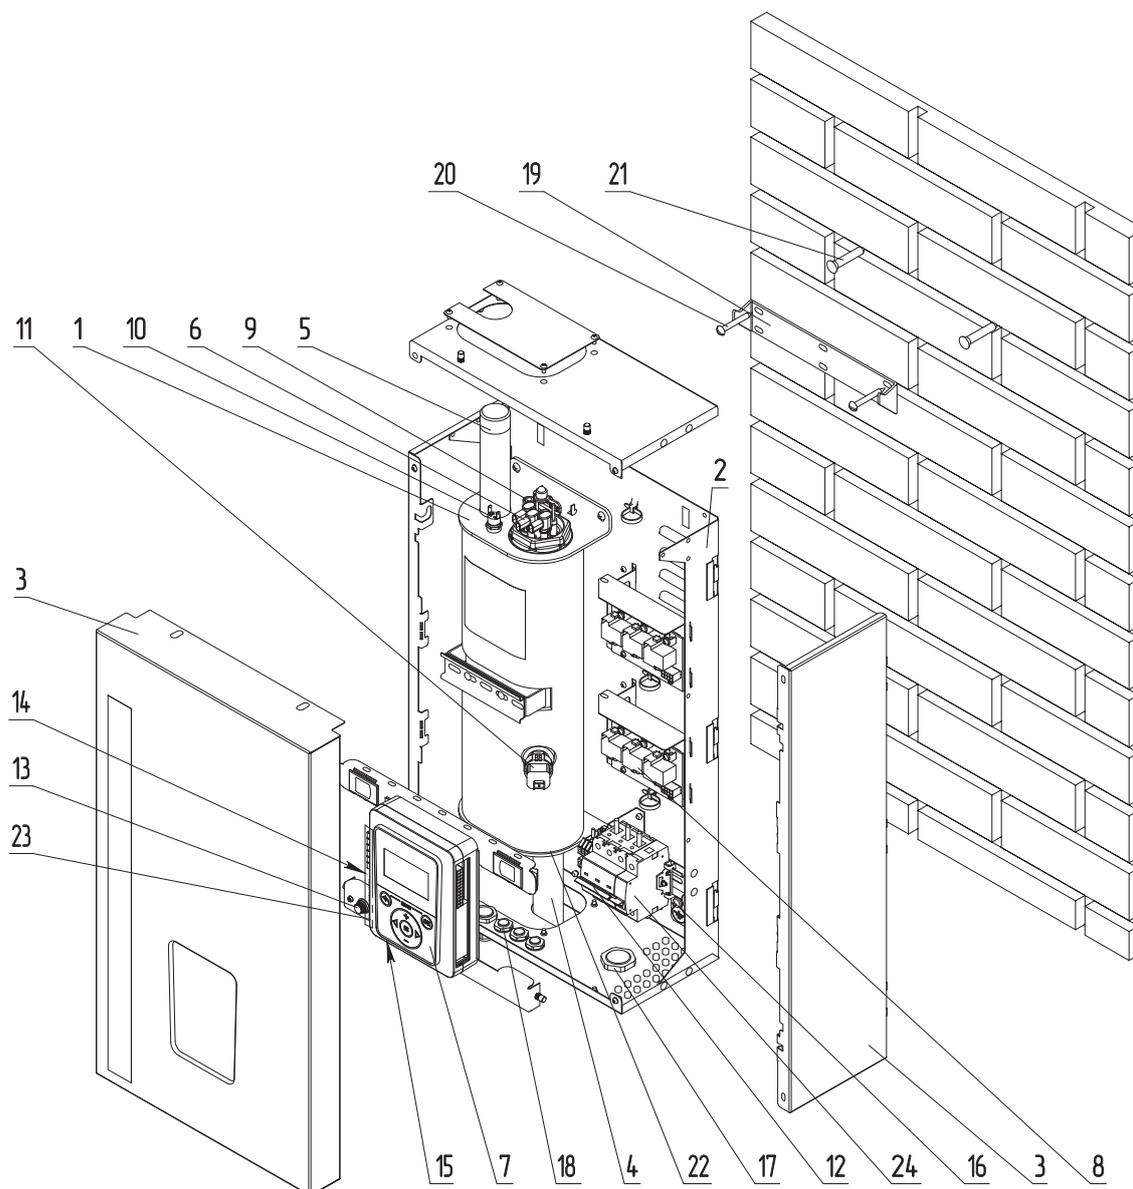

Рис.1 Устройство электрического котла ZOTA LUX-X 4,5-24 кВт
Закрепите настенный кронштейн на вертикальной поверхности в необходимом месте с помощью шурупов, входящих в комплект, и установите на него котел, как показано на **рис.1, 2, 3**.
- присоединить рабочий нулевой провод на клемму нейтраль (N) котла;
- защитный нулевой провод (РЕ) подключить на болт «ЗАЗЕМЛЕНИЕ» (**рис.1, 2, 3 поз.16**);
- включить вводной автомат (**рис.1, 2, 3 поз.12**) вместе с дистанционным расцепителем в верхнее положение;
- перевести выключатель (**рис.1, 2, 3 поз.23**) в положение ВКЛ;